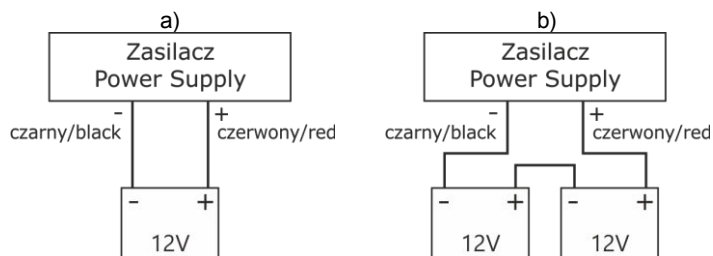

Fig. 3 Connexion des batteries en fonction de la version de tension de l'alimentation :
6. Montez la batterie dans le compartiment de la batterie du boîtier. Connectez les batteries à l'unité d'alimentation en veillant à respecter la polarité et le type de connexion (Fig. 3) :